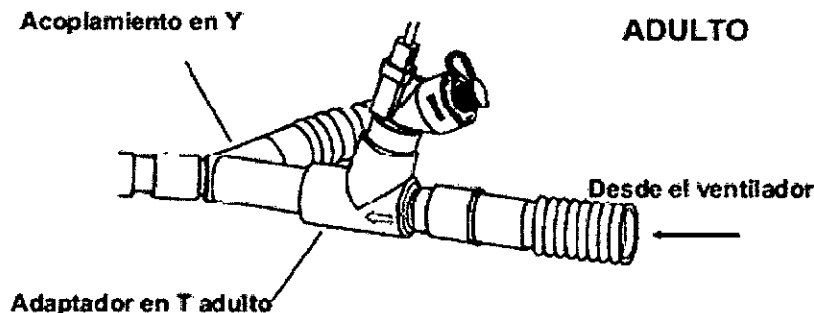

Figura 1. Conexión a un circuito respiratorio adulto (pieza AG-AS3010)
1. Cuando se trate de circuitos respiratorios para adultos, introduzca el nebulizador con el adaptador en T para adultos en la extremidad inspiratoria del circuito respiratorio, antes del acoplamiento en Y del paciente (Figura 1).